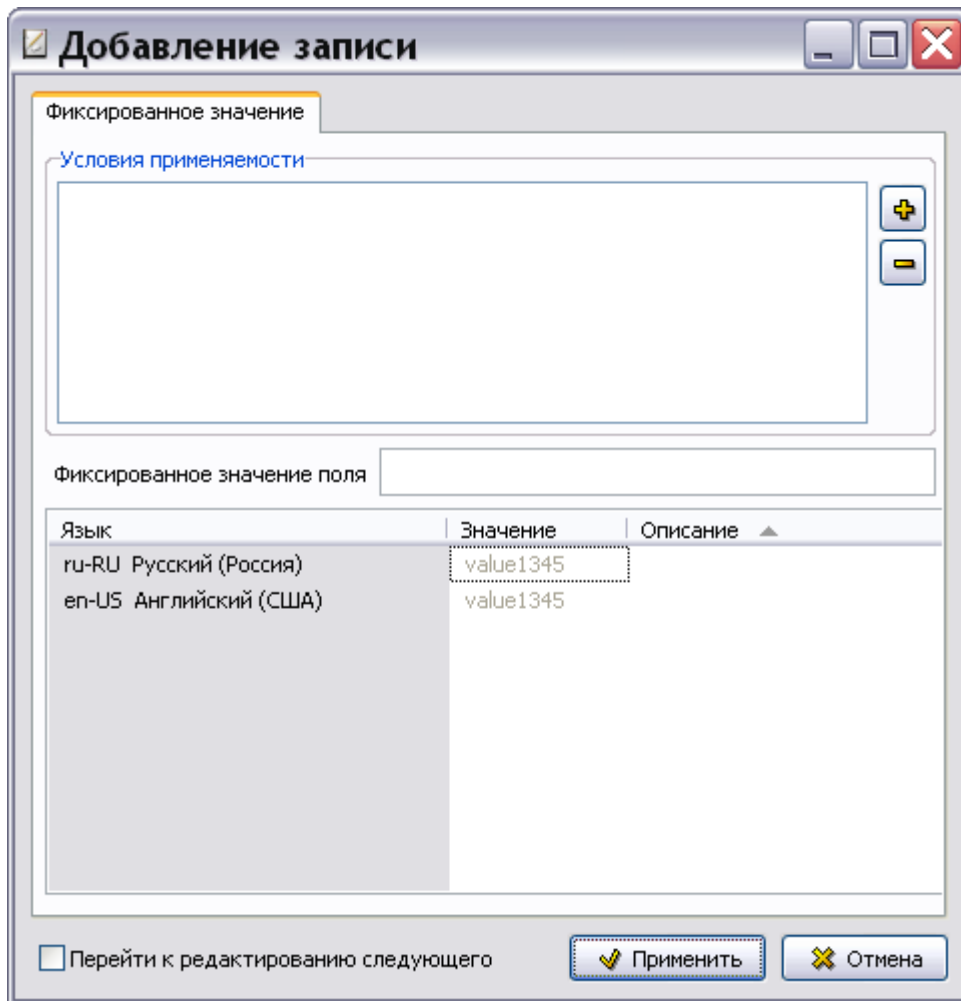

Рис. 2.25
3. В нижнем правом окне редактора нажмите на кнопку **Добавить**. После этого появится диалоговое окно **Добавление записи** для фиксированного значения (Рис. 2.25).